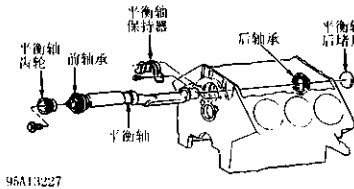

图 14-9 平衡轴和部件识别
2) 拆下前盖, 参见“前盖”。拆下平衡轴齿轮螺栓并扔掉 (图 14-9)。拆下凸轮轴链轮和正时链条, 参见 14.3.11 节。拆下平衡轴保持器和齿轮 (图 14-9)。用惯性锤 (J-6125-B), 从发动机的前端拆下平衡轴。